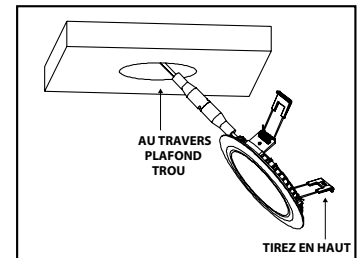

Figure 5
5. Tirez le pince à ressort sur le luminaire vers le haut et à travers le trou du plafond, et logez le plafonnier dans le trou en vous assurant que les pinces à ressort tiennent fermement. (Figure 5)